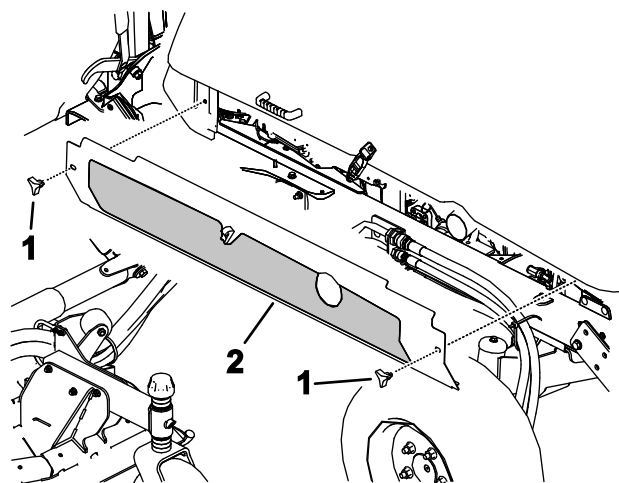

Figure 101
4. Desserrez les boutons et déposez les deux tôles de protection latérales (Figure 101).
5. Reposez les tôles de protection latérales (Figure 101).